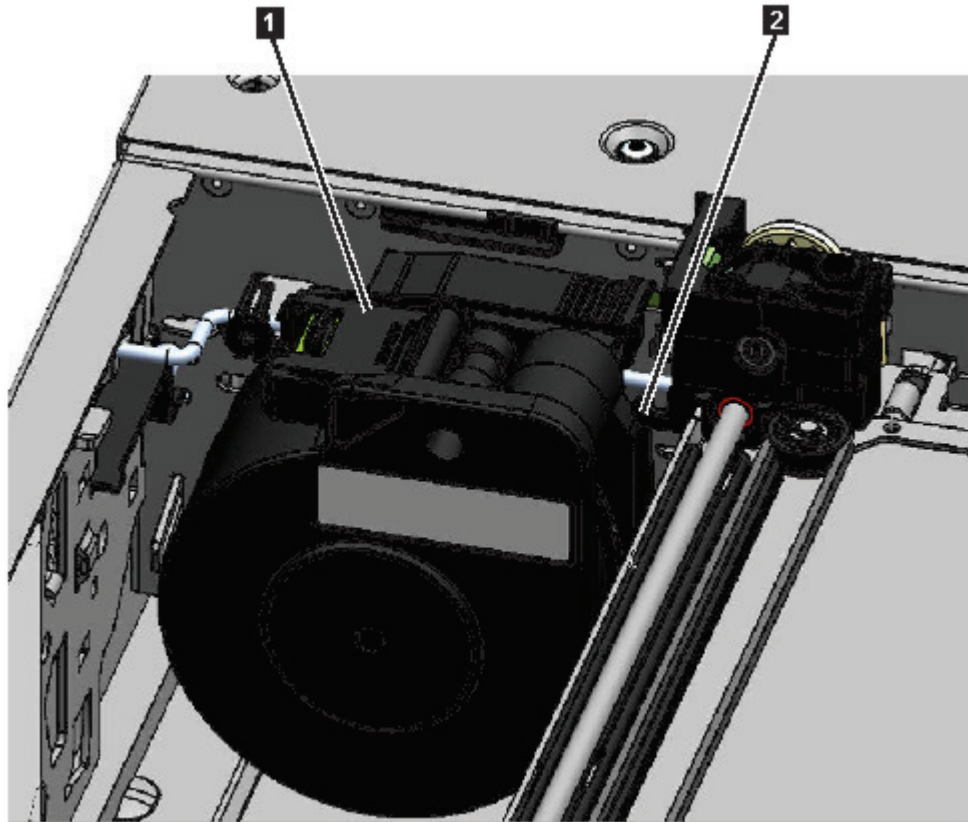

Abbildung 75. Spooling-Kabel in Parkposition
**Anmerkung:** Schreiben Sie auf, wo sich das Ende des Spooling-Kabels in den Zugriffsmechanismus dreht. Sie müssen dies wissen, wenn das neue Spooling-Kabel an den Zugriffsmechanismus angeschlossen wird. Siehe **2** in Abb. 75 auf Seite 139.
9. Bringen Sie den Spooling-Anschluss ( **1** in Abb. 75 auf Seite 139) in die Parkposition.